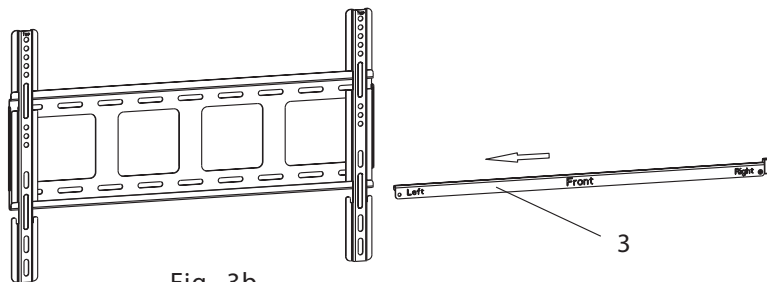
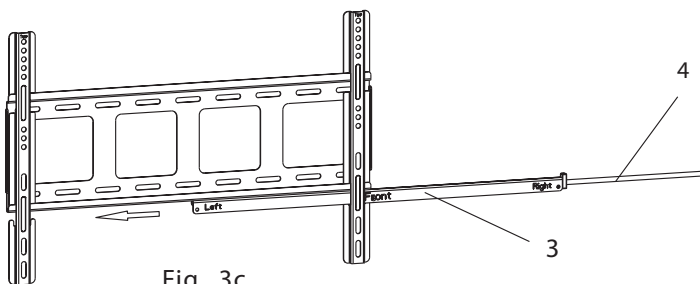

Fig 3b
Fig 3c
Prima sollevare lo schermo a cui sono agganciate le staffe portandolo verso il supporto a parete, poi agganciare le staffe sulla parte alta del supporto a parete. Ruotare lo schermo per consentire alla parte inferiore delle staffe di agganciarsi sulla parte bassa del supporto a parete, come illustrato nella figura 3a. Utilizzare poi la barra di fissaggio (3) per impedire che lo schermo venga incidentalmente rimosso o si sganci dal supporto a parete. Quando si inserisce la barra bloccante nel supporto a parete, ci si può aiutare utilizzando l'asticella rotante (4), come illustrato nelle Fig. 3b e Fig. 3c.